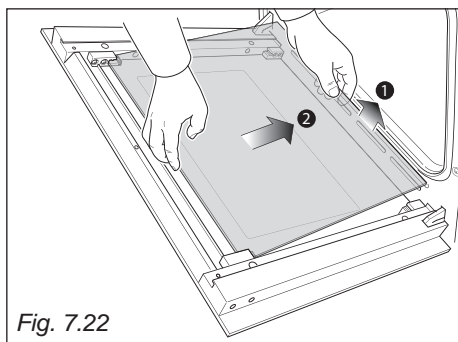

Fig. 7.22
- Soulevez doucement le bord inférieur de la vitre (flèche 1 sur la fig. 7.22) et retirez-la en la dégageant des pinces supérieures (flèche 2 sur la fig. 7.22).